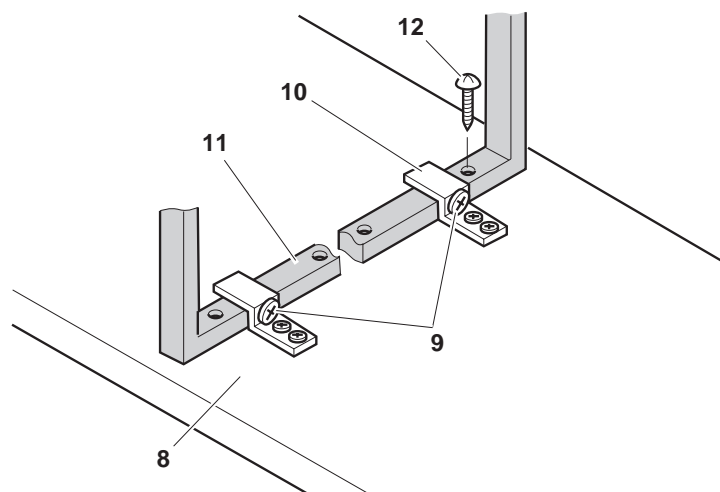

Abb. 16
- Mit den beiden Linsenschrauben **9** am mittleren Querrohr **11** die Frontplatte **8** justieren, mit einer Schraube **12** fixieren, ggfs. Bettgestell und Frontplatte durch eine Schraubzwinde oben verspannen und das Fugenbild der Frontplatte überprüfen, siehe **Abb. 16**.